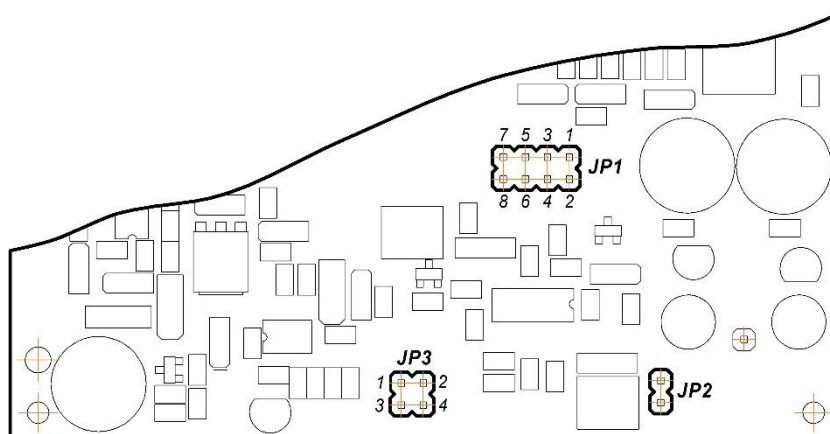

Рисунок 5.2 – Положення перемичок на платі блоку БУС-11
5.2.2 Для перенастроювання блоку на інші типи вхідного сигналу використовуйте рисунок 5.2 та таблиці 5.2.1 та 5.2.2.